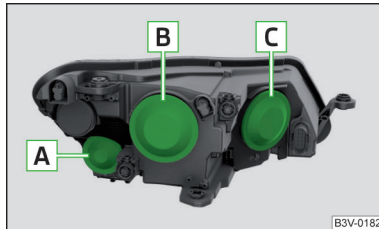

Abb. 367
Glühlampenanzordnung » Abb. 367
- › Die Schutzkappe **A** » Abb. 367 auf Seite 325 abnehmen.
- › Die Schutzkappe **A** » Abb. 367 auf Seite 325 einsetzen.
- › Die Schutzkappe **B** bzw. **C** » Abb. 367 auf Seite 325 abnehmen.
- › Die Schutzkappe **B** bzw. **C** » Abb. 367 auf Seite 325 einsetzen.